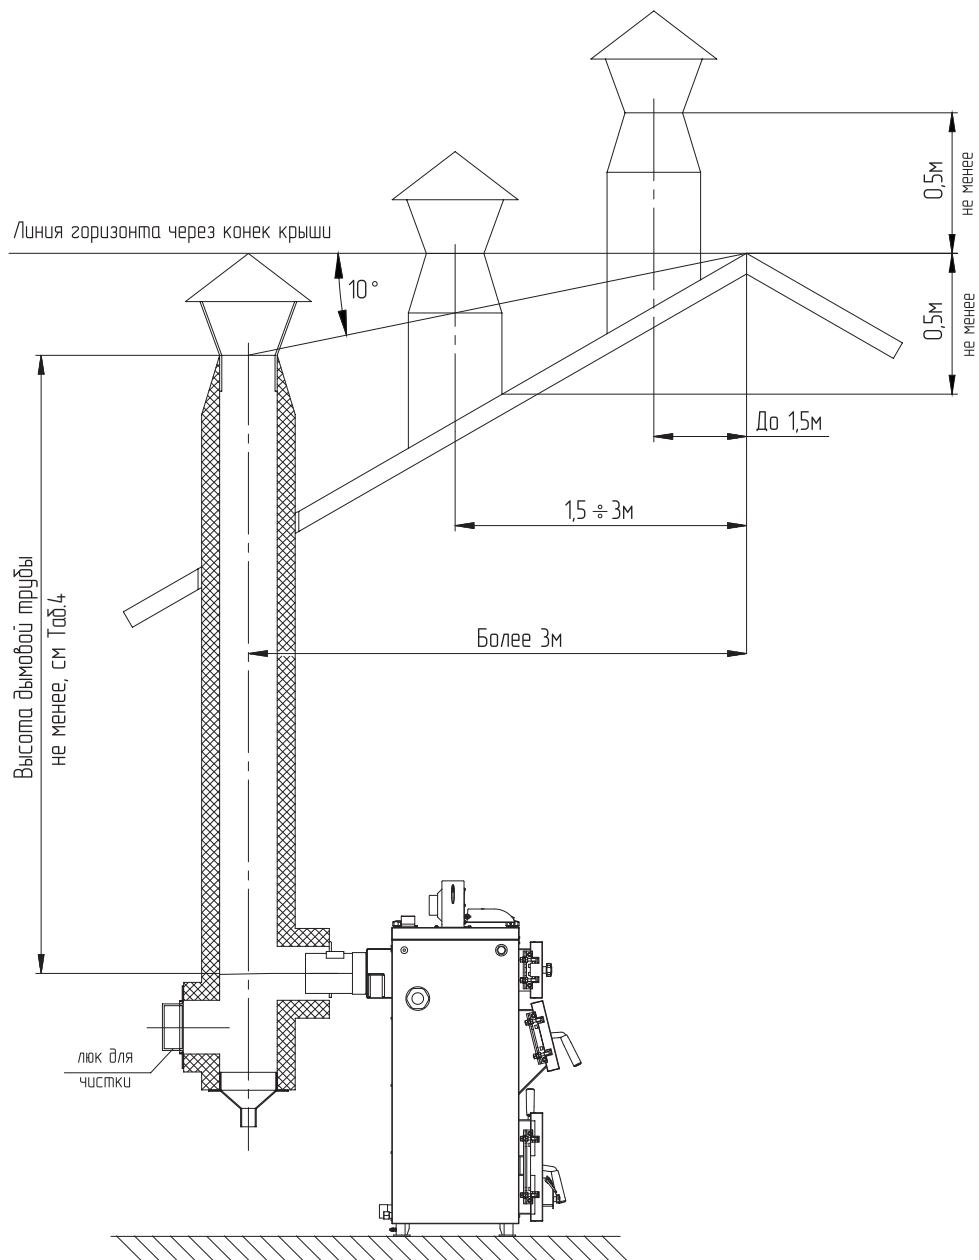

Рис.6 Варианты установки дымовой трубы для котла ZOTA Magna
- Высоту дымовой трубы над крышей (в зависимости от расстояния ее до конька крыши) выполнить, в соответствии с **Рис.6**.